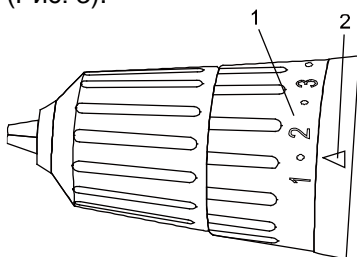

Рис. 2
Поверните кольцо (Рис. 2) до совмещения необходимой цифры со стрелкой (2) Для правильной установки используйте таблицу ниже.